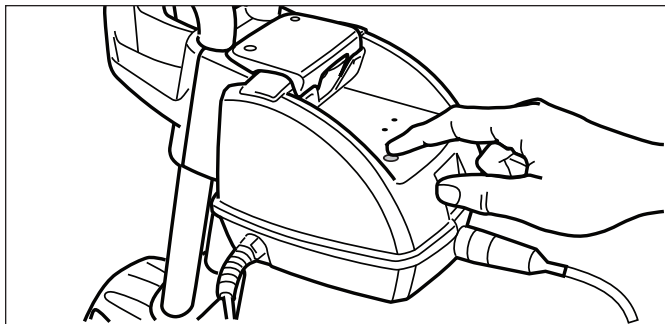

Figura 19. Encendiendo el limpiafondos
1. Para iniciar el limpiafondos, pulse el botón del programa de limpieza “Ciclo I”, este ciclo de limpieza es primariamente para piscinas empotradas. Si se prefiere un ciclo alternativo, pulse “Ciclo II”. Vea la Figura 19. La luz indicadora se ilumina y el limpiafondos se encenderá después de sólo unos segundos. Cuando el limpiafondos este encendido, éste permanecerá en espera hasta que se pulse el botón de Ciclo I.